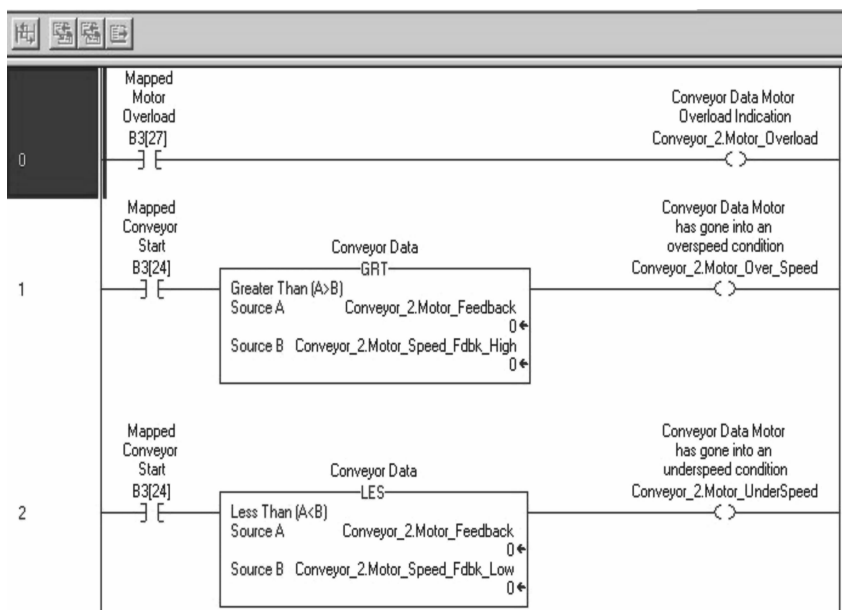

图 9-34 标签上显示的描述信息
32. 在控制器项目管理器中，双击例程 C2_Alarm_Status，如图 9-34 所示。